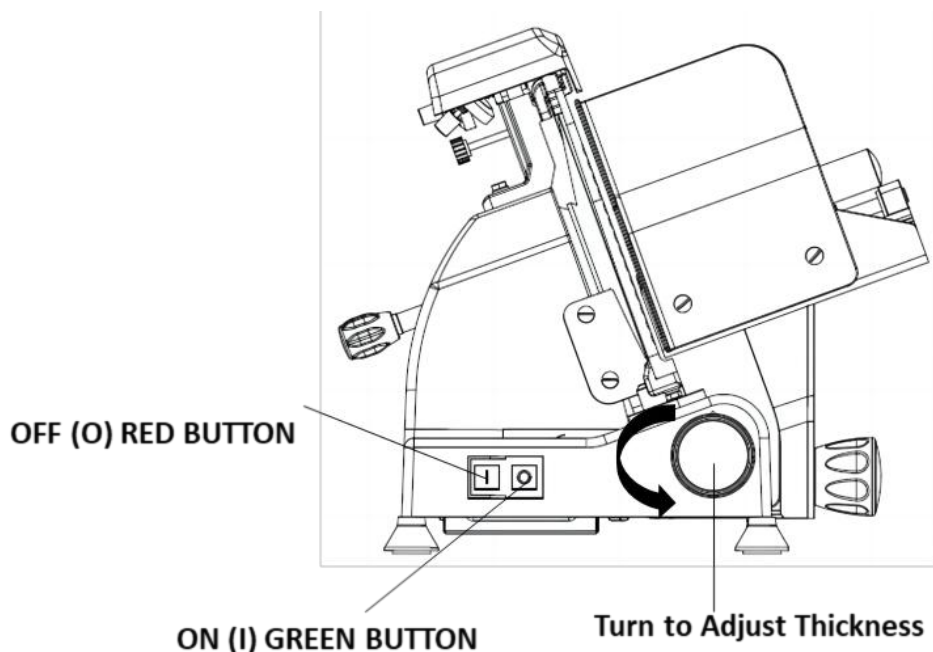

Figure 2
5. Pour allumer la trancheuse à viande, appuyez sur le bouton vert « I ». (Voir la figure 2)
6. Pour éteindre la trancheuse à viande, appuyez sur le bouton rouge « O ». (Voir la figure 2)
12. Une fois terminé, éteignez la trancheuse à viande (0) en appuyant sur le bouton rouge. (Voir la figure 2)